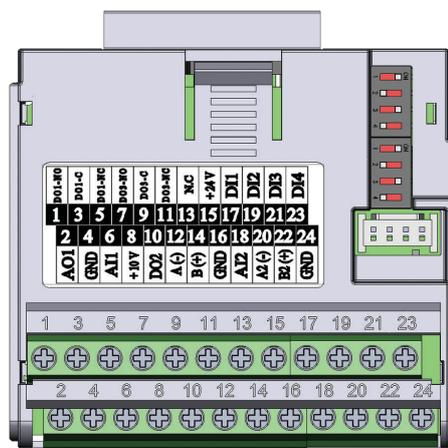

Рисунок 19.4: Подключаемый модуль CFW500-CRS485
Подключаемый модуль CFW500-CRS485 имеет интерфейс «Последовательный (1)», подключенный к порту RS-485 через контакты 12(A-) и 14 (B+), а также «Последовательный (2)», подключенный к другому порту RS-485 через контакты 20 (A2+) и 22 (B2+), см Рисунок 19.4 на странице 19-1.